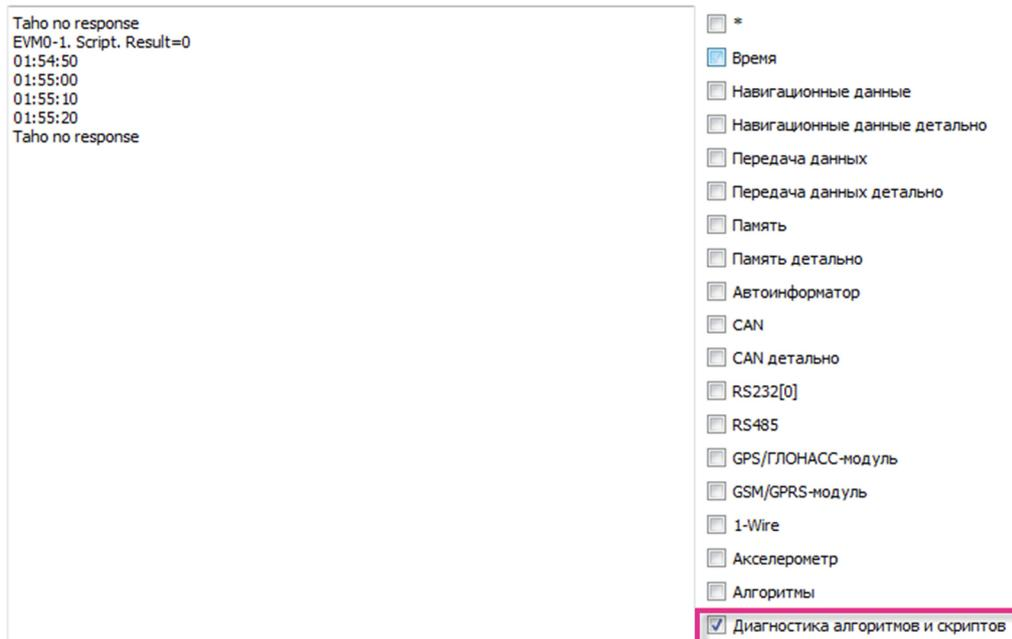

Рис. 9
10. для проверки работоспособности алгоритма перейдите на вкладку «Диагностика» Конфигуратора, отметьте параметр «Диагностика алгоритмов и скриптов» и проверьте наличие диагностических сообщений (Рис. 9):